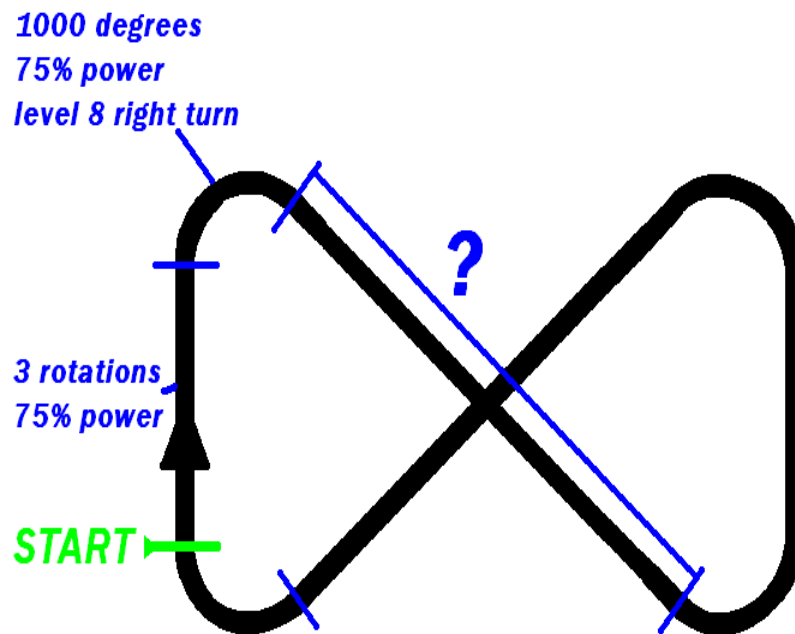

Figura 191: Patrón con forma de ocho.
El objetivo de este taller es mover el robot en un patrón con forma de ocho, como se muestra en la Figura 191 utilizando una serie de bloques de movimiento.
4) El robot debe viajar en el patrón con forma de ocho similar al que se muestra en la Figura 191.